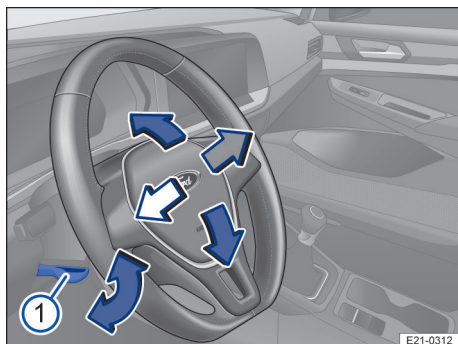

Fig. 58 Sub volan, în capitonajul coloanei de direcție: manetă pentru reglarea poziției volanului.
1. Apăsați maneta → fig. 58 ① în jos.
3. Apăsați maneta → fig. 58 ① ferm în sus, până când se aliniază la nivel cu capitonajului coloanei de direcție → ▲.